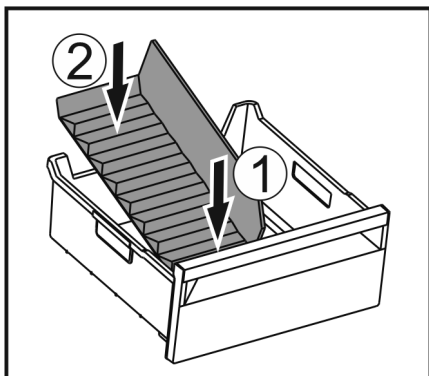

Fig. 180
- Futni brenda pjesën e përparme të ndarësit të sirtarit të akullit. Fig. 180 (1)
- Ulni poshtë pjesën e pasme të ndarësit të sirtarit të akullit deri në bazamentin e sirtarit. Fig. 180 (2)